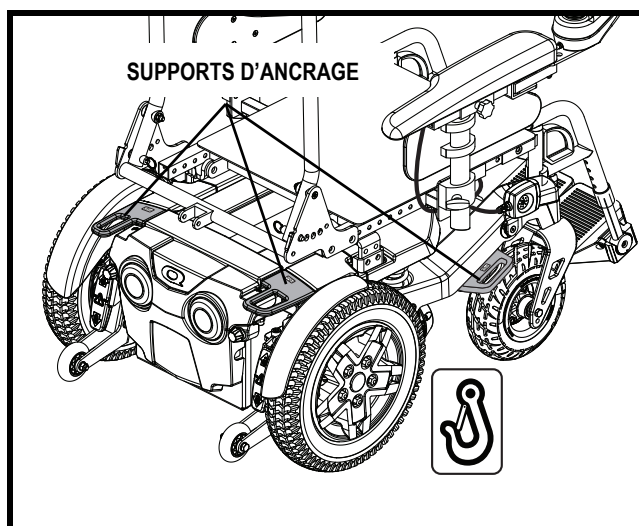

Figure 8. Support d'ancrage système transport
- Fixez les quatre (4) courroies aux points d'ancrage désignés et identifiés par le symbole d'ancre sur le fauteuil motorisé. Voir les figures 8 et 9. Serrez-bien les courroies pour retirer le jeu excessif.